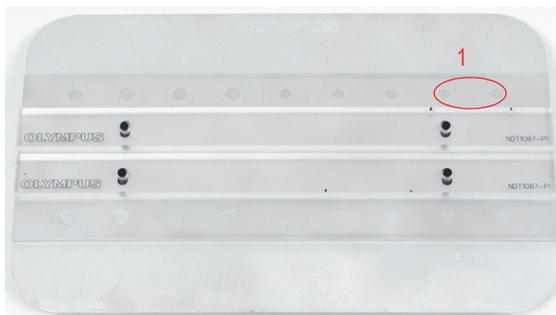

Рис. 5-117 Положение 1 образца
3. Установите преобразователь на образец в положение 1 (см. Рис. 5-117 на стр. 224), затем нажмите клавишу A-LIFT NULL ().
11. Установите преобразователь на образец в положение 1 (см. Рис. 5-117 на стр. 224), затем нажмите клавишу A-LIFT NULL (A-LIFT ).